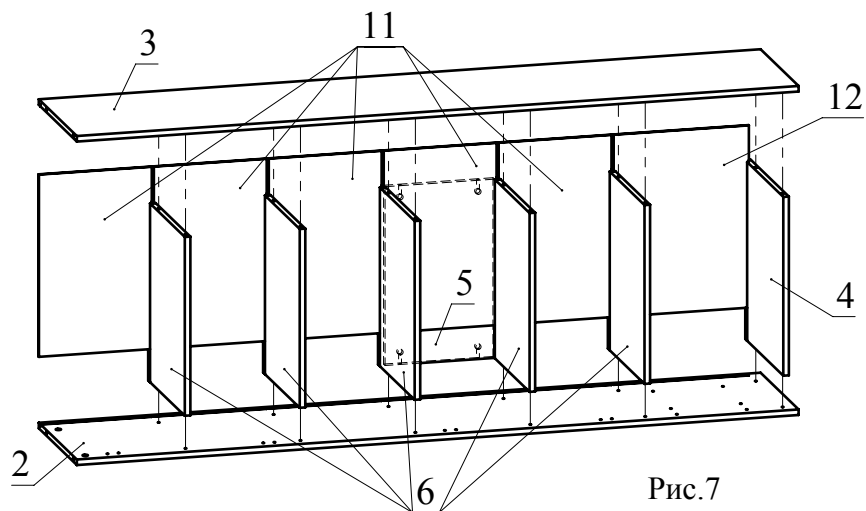

Рис.7
- Установите детали 4, 5, 6 на деталь 2 и зафиксируйте, повернув конфирматным ключом головки минификсов по часовой стрелке до упора. Установите детали 11 из ДВП в пазы. Установите деталь 3 на детали 5, 6 и зафиксируйте, повернув конфирматным ключом головки минификсов по часовой стрелке до упора (Рис.7).